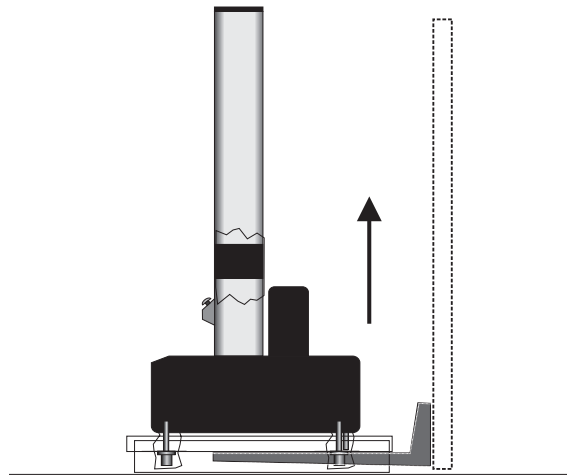

Figura 12. Elevación del bastidor mediante la plataforma de transporte
2. Con sumo cuidado, introduzca las palas por debajo de la plataforma de transporte, como se muestra en la Figura 12 en la página 65.